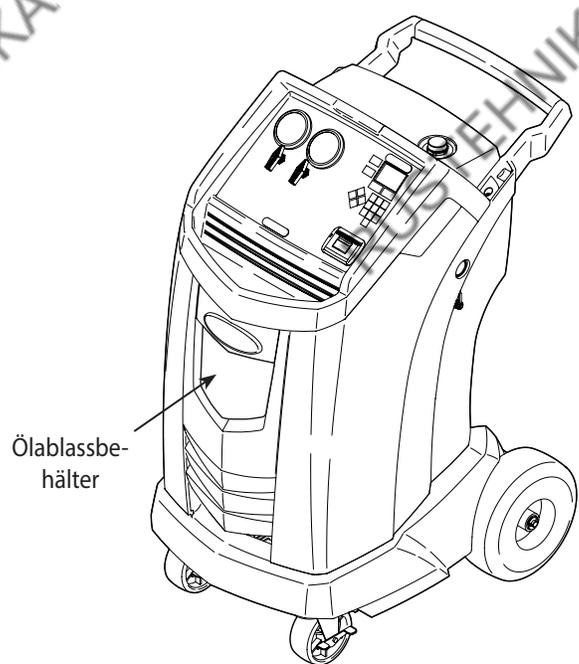

Abbildung 6
3. Nehmen Sie den Ölablassbehälter aus dem Robinair-Klimaservicegerät (siehe Abbildung 6). Entleeren Sie den Ölbehälter und entsorgen Sie das Altöl entsprechend den gesetzlichen Vorschriften. Bauen Sie den Ölablassbehälter wieder in das Gerät ein.